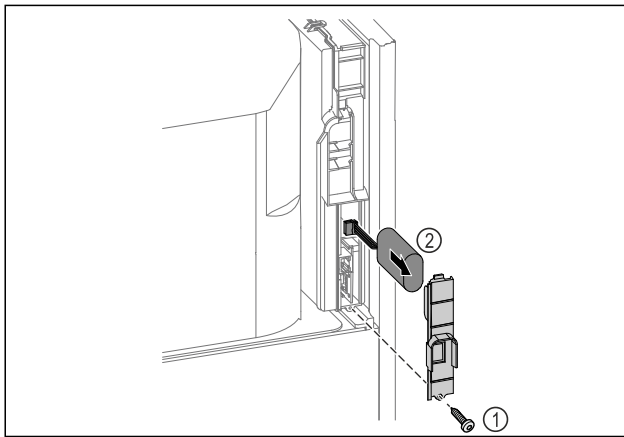

Fig. 222
- ▶ Вкрутити гвинти і зняти кожух на задньому боці пристрою Fig. 222 (1).
- ▶ Батарею від'єднати та вийняти Fig. 222 (2).